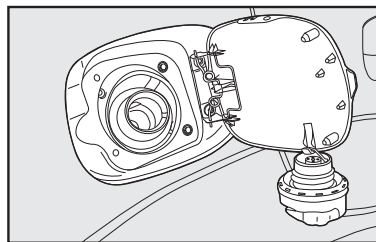

fig. 113
- após a retirada da tampa, encaixe-a no suporte existente na portinhola **fig. 113**.